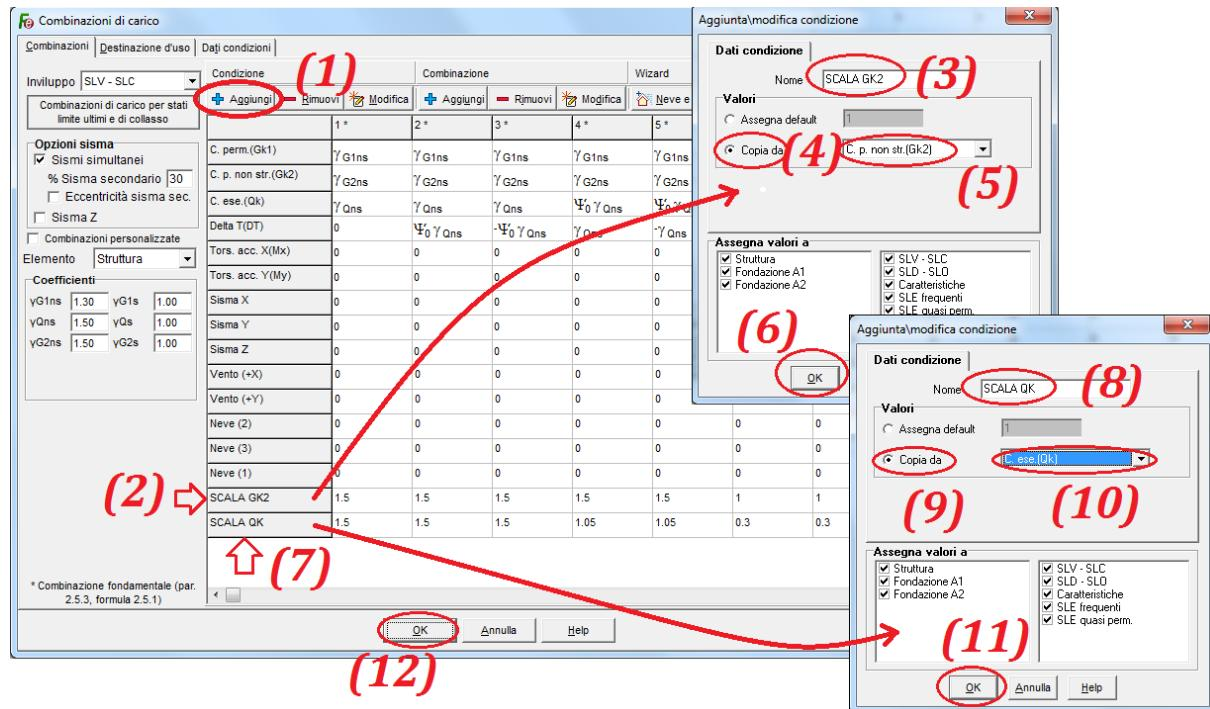

Figura 31
Per definire una sezione generica, facendo riferimento alla figura 31, all'interno della finestra “*Tipologie*”, selezionare la prima posizione libera (1) per le sezioni trasversali ossia la posizione numero 4. Scegliere una sezione rettangolare (2) ed impostare le dimensioni B=20 cm e H=20cm (3). Optare per il materiale “*LAM*” (4) e cliccare su “*Applica*” (5). Cliccando, a questo punto, su “*Converti in generica*” (6) verrà visualizzata una finestra in cui saranno riportate le grandezze geometriche e meccaniche della sezione (7). Cliccare su “OK” (8) per salvare le modifiche e ritornare all'ambiente di input grafico.